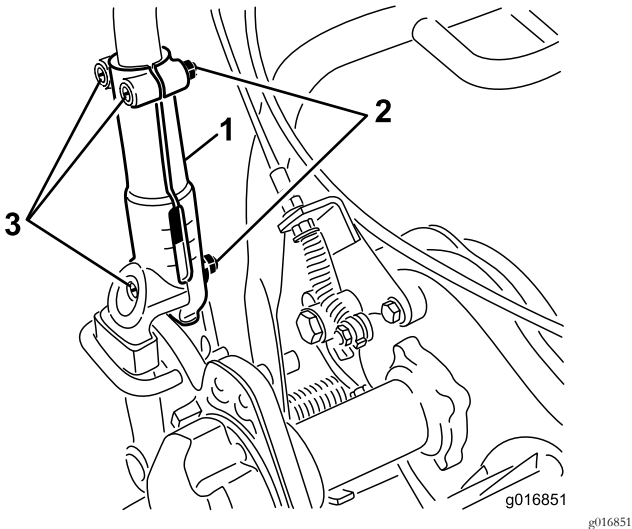

图31
1. 拧松将手柄的每一侧固定到手柄夹上的3颗车身螺栓和螺母 (图31)。